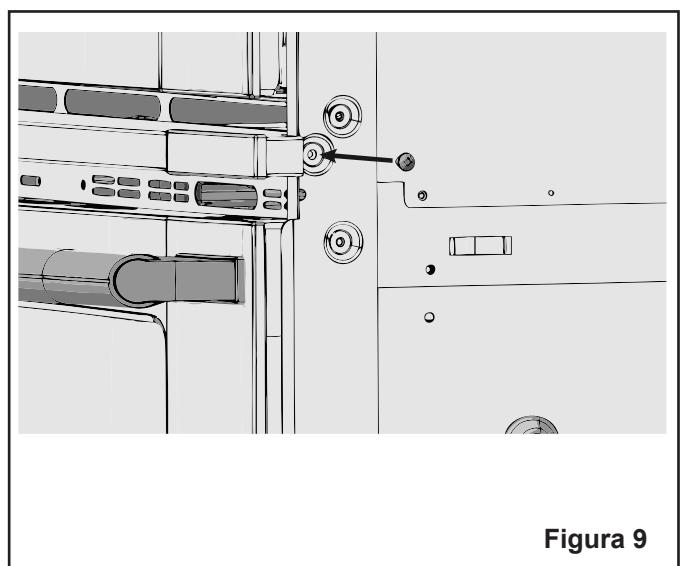

Figura 9
- 8 Ahora instale la moldura central en ambos lados con los tornillos proporcionados con la unidad (Figura 9).